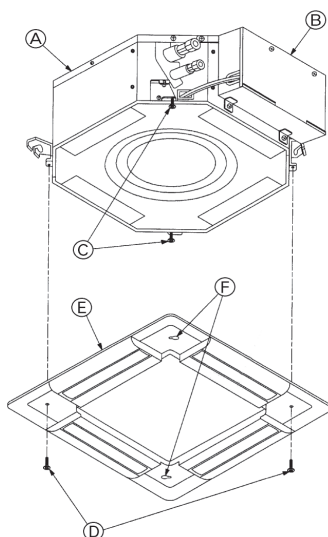

Fig. 7-6
7.3.2. Mise en place provisoire de la grille (Fig. 7-6)